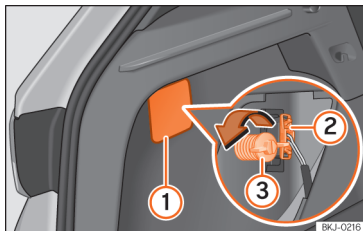

Fig. 164 Bagageira: acesso ao parafuso de fixação da unidade de luz traseira.
- Retire a tampa fazendo alavanca com o lado plano de uma chave de fendas no entalhe »» **Fig. 164 (1)**.